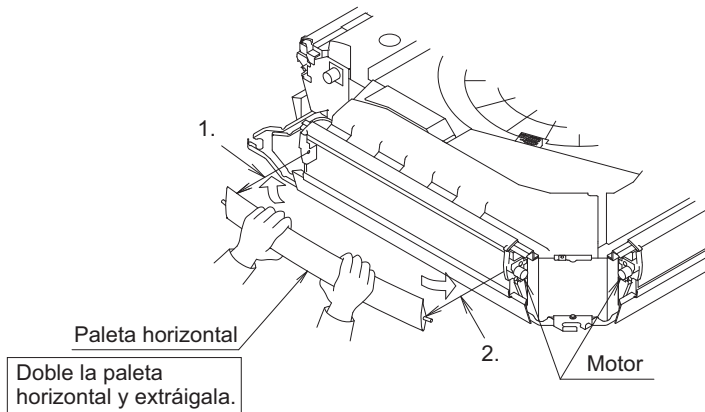
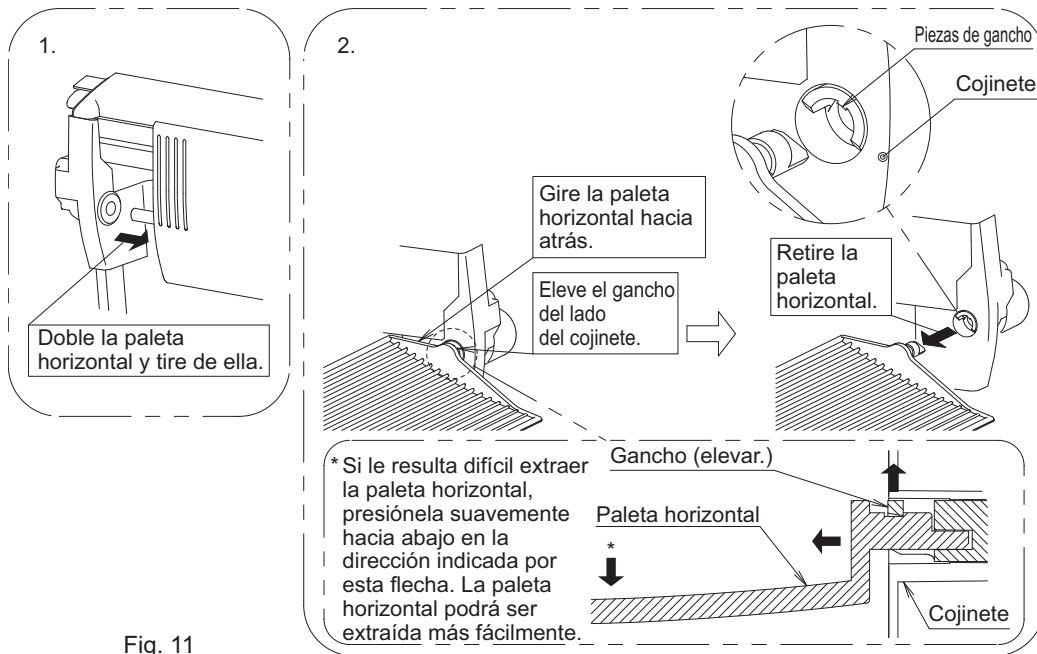

Fig. 10
Fig. 11
(1) Extraiga la paleta horizontal de la salida de aire a bloquear. (Consulte la Fig. 10 y Fig. 11)